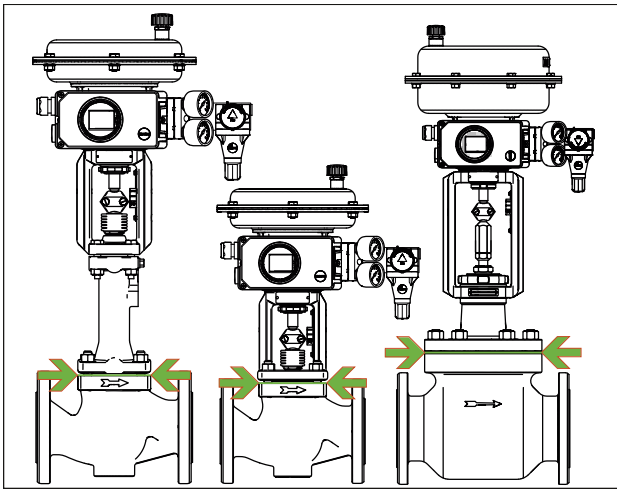

Fig. 15: Kontrol vanaları için yalıtım sınırı (örnek gösterilmiştir)
- ⇒ Kontrol vanalarını sadece vana gövdesinin laterna flanşına kadar yalıtın (bkz. Fig. 15). Bu, 0 °C altındaki veya 220 °C üzerindeki orta sıcaklıklarda metal körüklü salmastra veya izolasyon bölümü bulunan versiyonlar için de geçerlidir. İzolasyon bölümü izole edilmiş ise işlevini düzgün bir şekilde yerine getirmeyecektir.